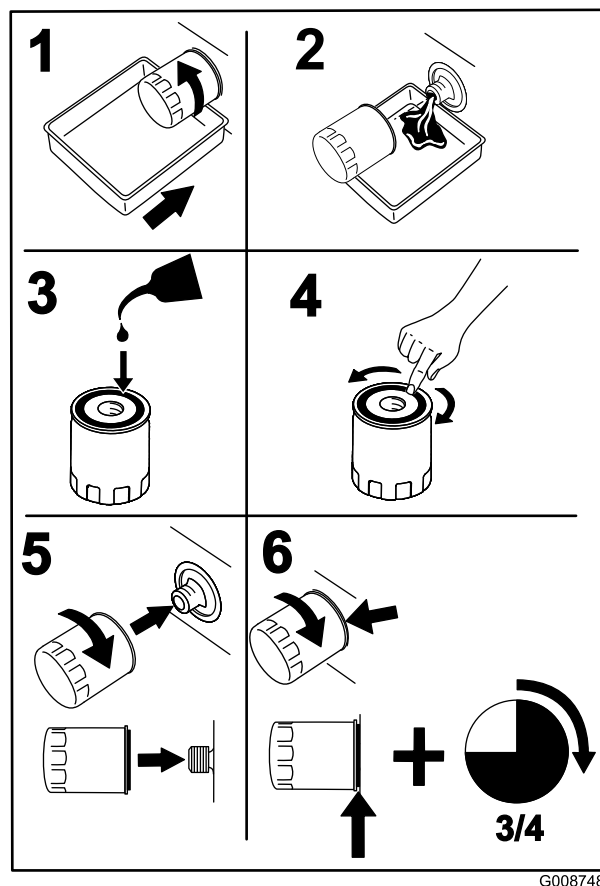

Figura 41
2. Cambie el filtro de aceite del motor (Figura 41).